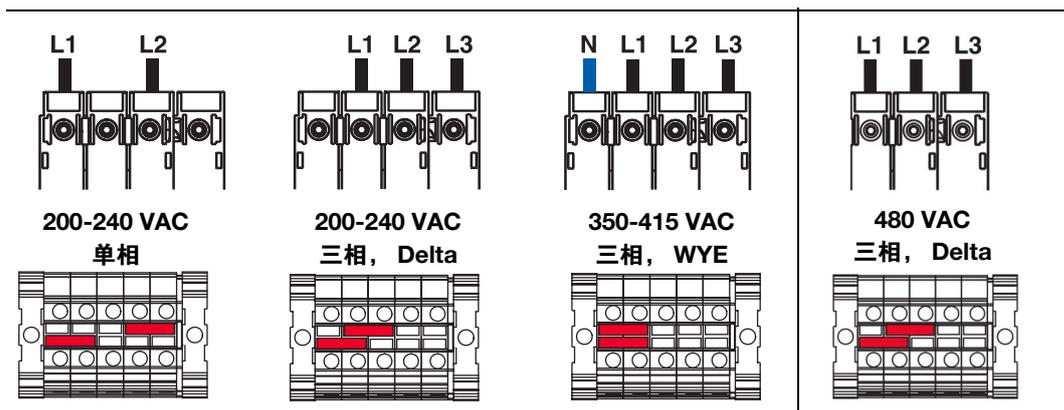

图 7: 端子跳线和位置
5. 根据图示连接电源线（请参见图 7）。轻轻拉一下所有接线，以验证是否正确固定。